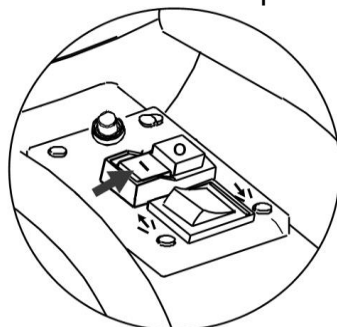

Fig. 15
2. Prima o interruptor "I" (verde) para colocar a máquina em funcionamento. (Fig. 15)